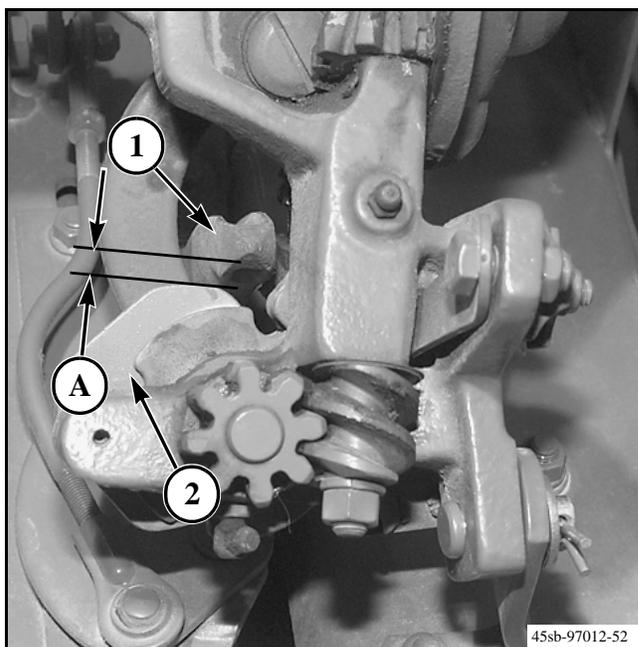

FIG. 66
FIG. 66: Con las agujas (1) en la posición de penetración completa en el anudadora, ajuste la posición de las agujas con una separación (A) de 3 a 5 mm (1/8 a 3/16 de pulg.) entre el radio interno de las agujas y el limpiador del disco de cuerda (2). Para separar la aguja del limpiador del disco de cuerda, afloje levemente la tuerca de montaje delantera de la aguja y ajuste la tuerca de montaje trasera. Invierta este procedimiento para mover la aguja hacia el disco de cuerda.